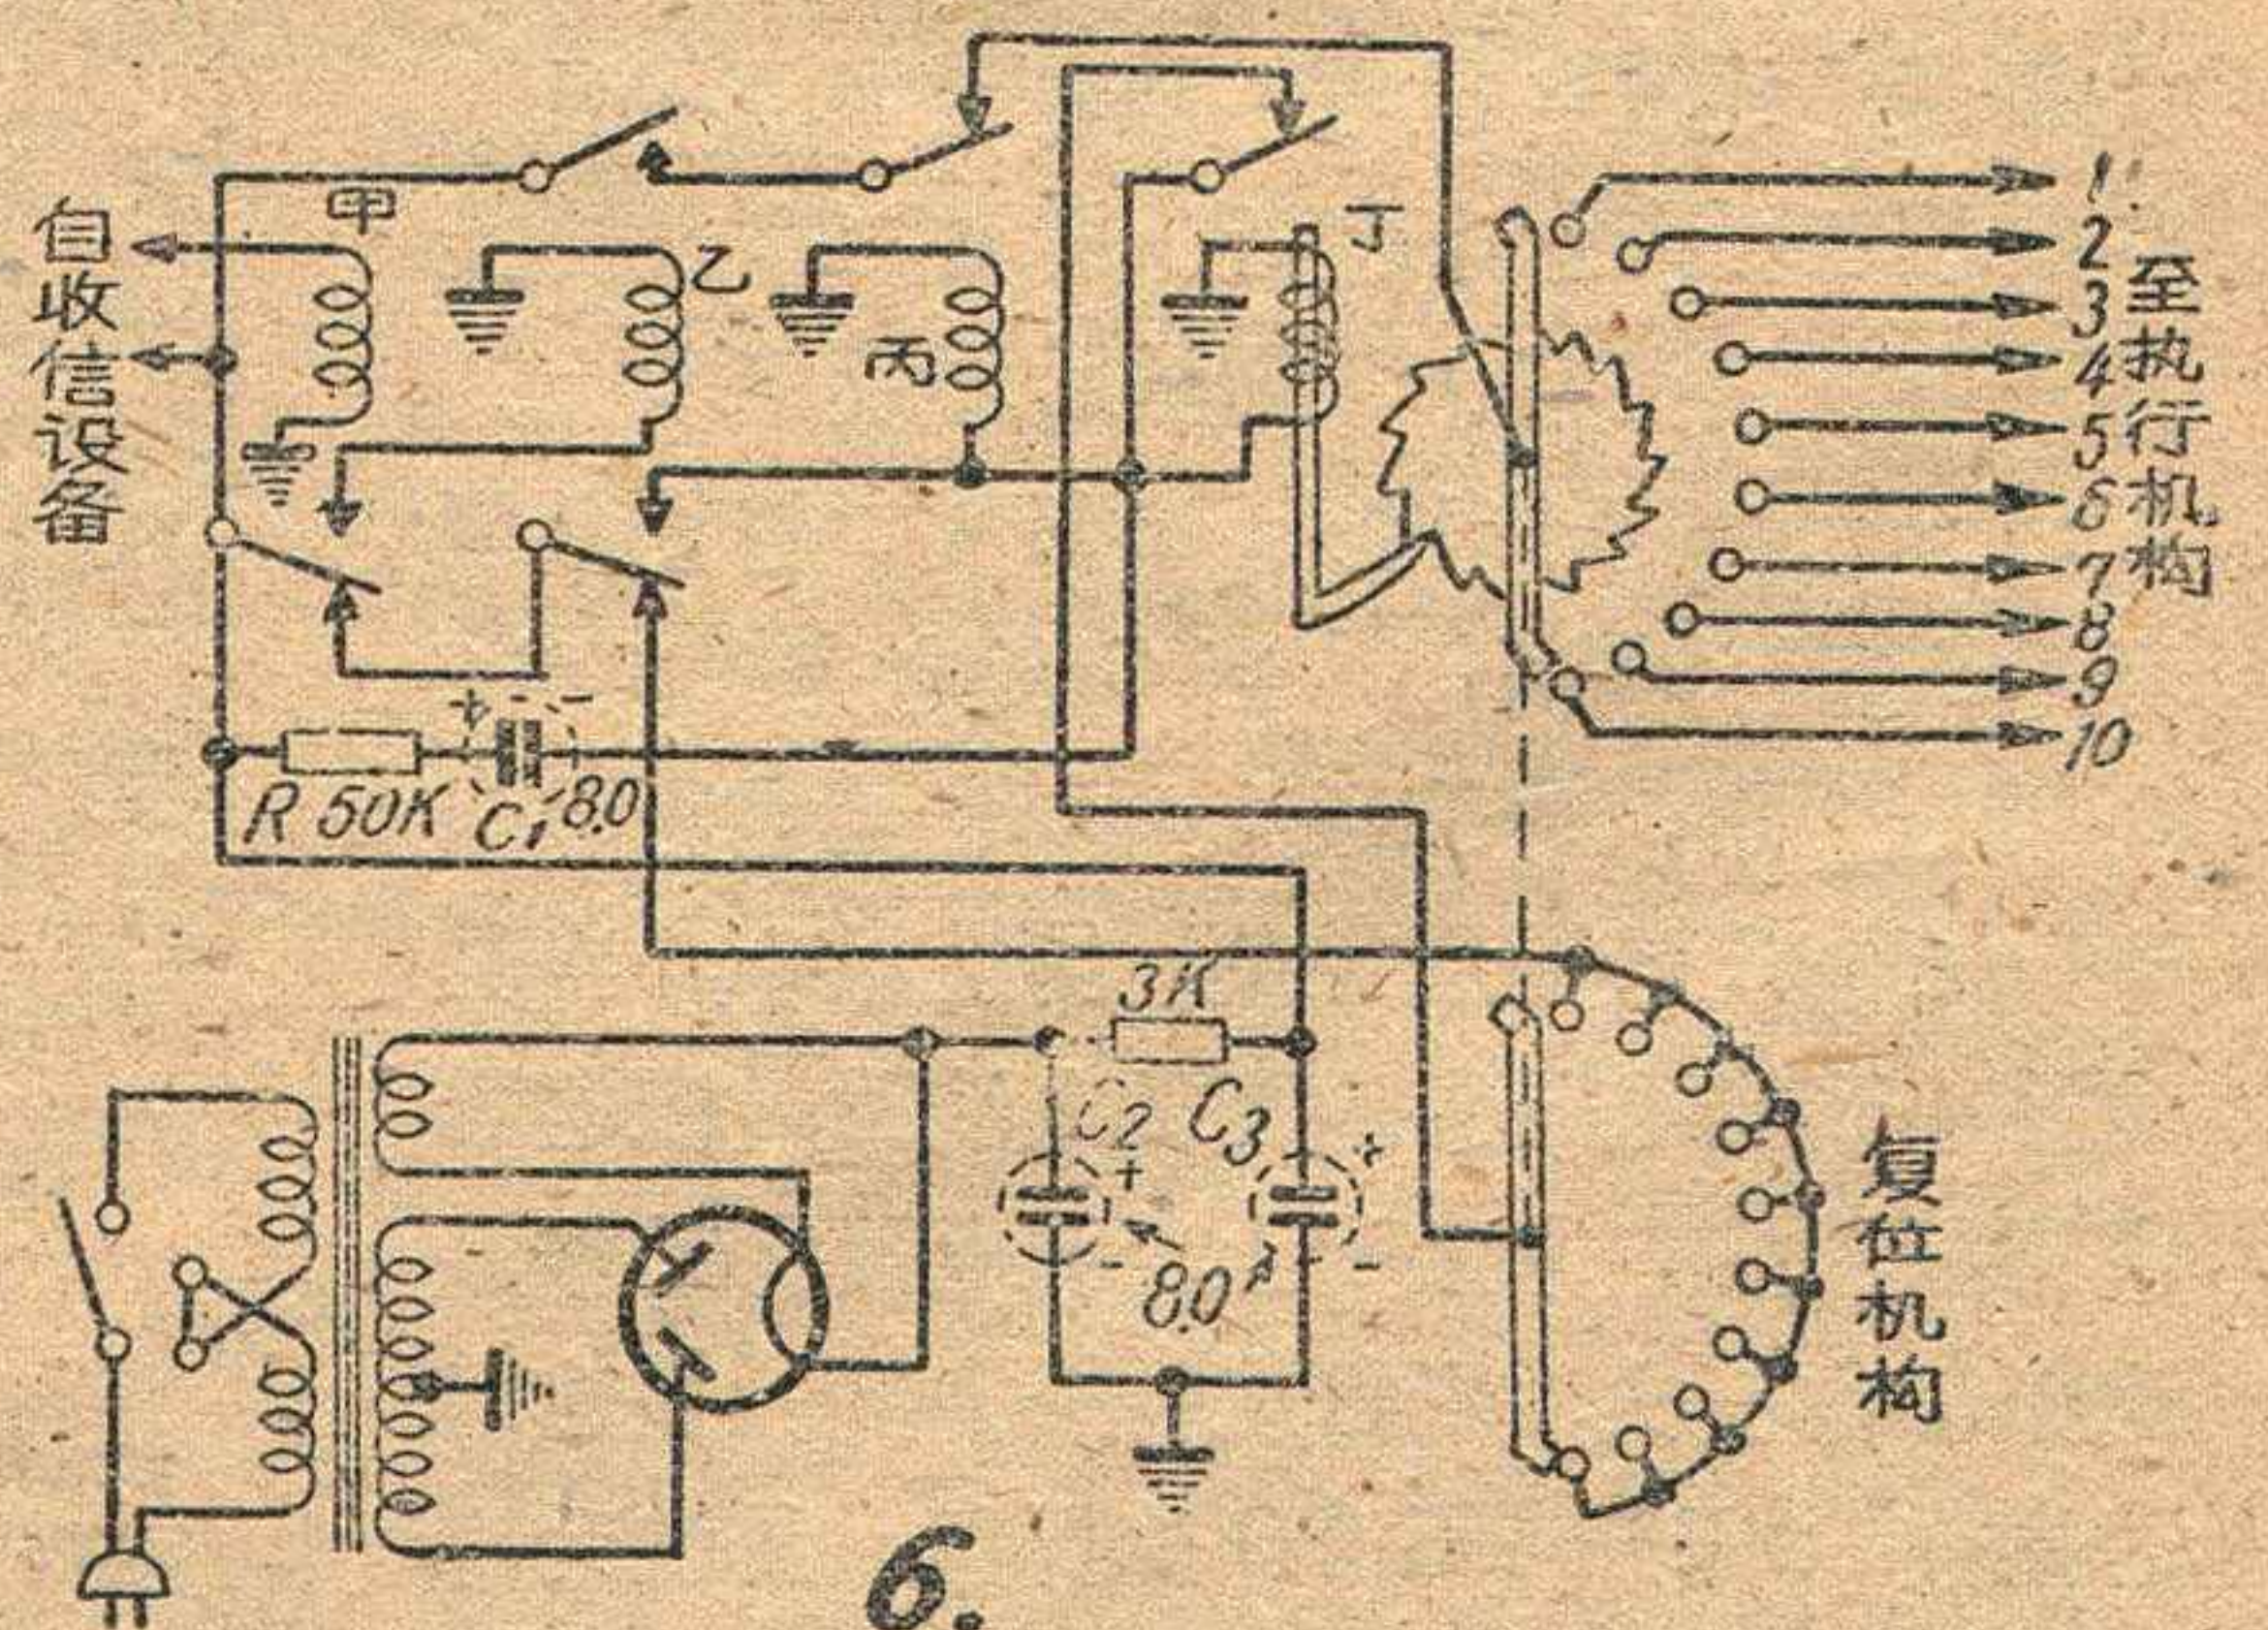

图6 复位设备线路
冲信号完毕后能自动复位（线路见图6）。
7. 把长100毫米的玻璃管中部用喷灯烧后拉细，它的粗细应当恰能放入热敏电阻（图6）。
电桥用交流电作为电源，它的用途就更广泛了。利用对交流电具有阻抗的元件代替电阻作为桥臂，就可以量测很多其他的数值。图4是一个量测电容器的电桥：将电桥相邻的两臂换入了标准可变电容器 C_s 和被测电容器 C_x ，在这种电桥上 $C_x = C_s \cdot R_2 / R_1$ ，取 $R_1 = R_2$ ， C_s 就和 C_x 相等，这样就能和上面一样在 C_s 的刻度盘上读出 C_x 的电容量。这种电桥电路只适用于量测介质损耗非常小的电容器。当介质损耗比较大时，要在 C_s 的一臂上串连一个可变电阻 R_s 作为补偿相移之用(图5)，否则电桥是很难平衡的。如果介质损耗很大， R_s 要和 C_s 并联(图6)，这两种电路都是调节 C_s 和 R_s 使电桥平衡的，在它们的刻度盘上面可以读出电容量和损失系数 $\tan \delta$ 的数值。电容量的关系和上面图4的一样，损失系数的数值在图5里是 $\tan \delta = \omega C_s R_s$ ，在图6里是 $\tan \delta = 1 / \omega C_s R_s$ ，因为它是和电源频率 ω 有关的。 ω 通常是50~1000周，但也有用到超过这个范围以外的。